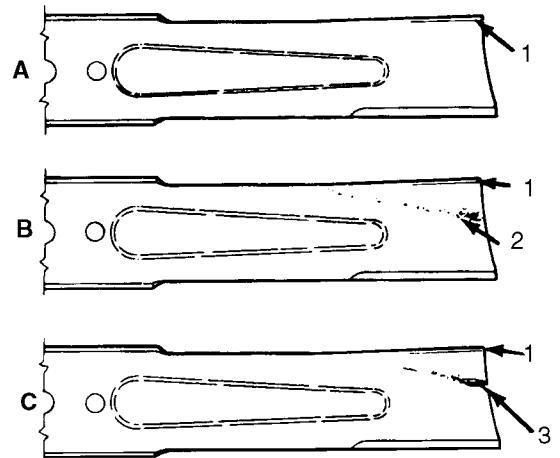

Fig. 18
ISPEZIONE ED AFFILATURA DELLE LAME (Fig. 18 e 19)
2. Controllare attentamente il tagliente della lama, facendo particolare attenzione al punto in cui le sezioni piane e curve della lama si incontrano (Fig. 18-A). Sabbia e materiali abrasivi possono consumare il metallo che congiunge le sezioni piane della lama a quelle curve, quindi controllare la lama prima di usare la macchina. In caso di usura (Fig. 18-B) cambiare la lama; vedere *Rimozione della lama*.